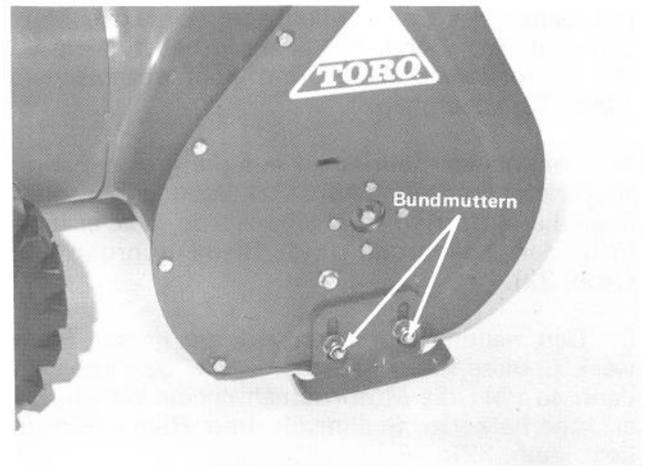

Abb. 31
1. Die Schneefräse auf eine ebene Fläche stellen. Dann die vier Bundmuttern (Abb. 31) lösen, mit denen beide Kufen an den Seitenplatten des Räumgehäuses befestigt sind. Die Kufen müssen sich nach unten und oben verschieben lassen.
4. Die vier Bundmuttern lösen (Abb. 31), mit denen beide Kufen an den Seitenplatten des Räumgehäuses befestigt sind. Dann die Kufen ganz nach unten schieben, so dass das Räumgehäuse grösstmöglichen Abstand vom Boden hat, Nun die Bundmuttern wieder festziehen.